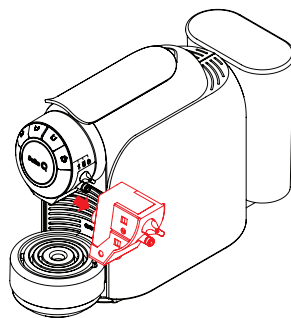

Fig. 32: Desencaixar o sistema de leite.
- Em seguida, desencaixe o Sistema de leite puxando pelo conector para fora (ver **Fig. 32**).